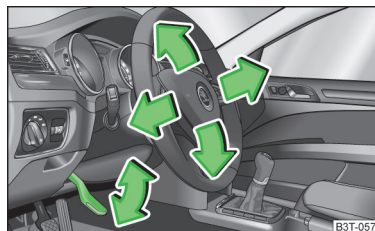

Fig. 117
- Girar la palanca situada debajo del volante hacia abajo » fig. 117.